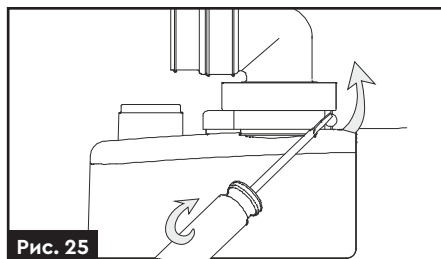

Рис. 25
7. Закріпіть адаптер за допомогою хомута (рис. 25).